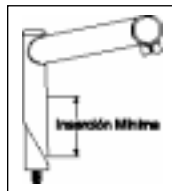

Fig.1
- Para tubos de dirección con rosca, introduzca la potencia a una profundidad mínima conforme con la CPSC y las normas JIS. La potencia debe encajarse introduciéndola no menos de 2,5 veces su diámetro, medido desde el extremo inferior de la potencia, no del de la cuña (ver Fig. 1).